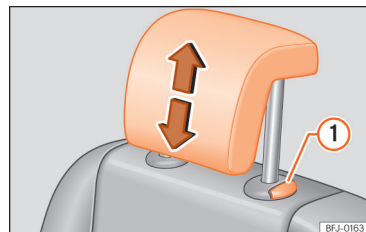

Abb. 97 Kopfstütze hinten: Ausbau.
- Kopfstütze bei gedrückter Taste >>> (Abb. 97)  ganz herausziehen.